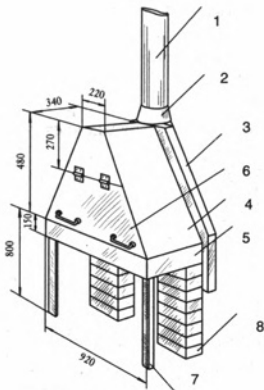

Рис. 69. Конструкция многофункционального мангала (размеры указаны в миллиметрах):
2. Раскроите металл в соответствии с размерами, указанными на рис. 69, используя для поддона лист толщиной 3 мм, а для стенок конуса и дымовой камеры — толщиной 1 мм. Размеры можно изменить в соответствии с конкретными условиями и наличием материала. В поддоне просверлите отверстия, чтобы создать тягу.